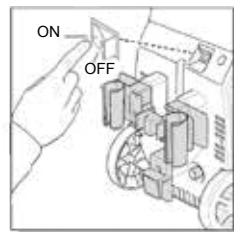

Fig. 12
- L'interrupteur marche/arrêt a les symboles internationaux pour 'ON' et 'OFF': On (--) Off (O), (Figure 12).